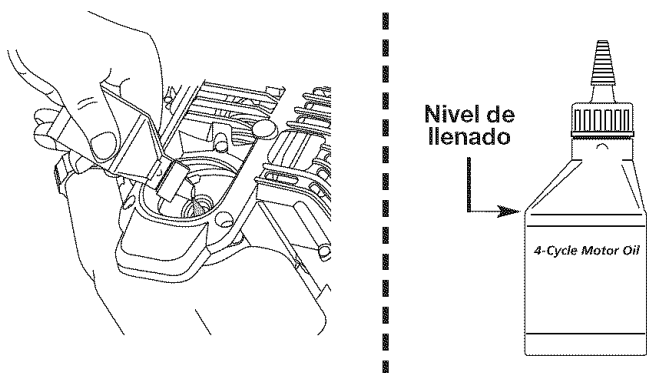

Fig. 22
**NOTA:** Use la botella y la boquilla que guardó del uso inicial para medir la cantidad correcta. El nivel de 90 ml (3,04 onzas) está aproximadamente en la parte superior de la etiqueta de la botella (Fig. 22). Mida el nivel con la varilla de medición. Si el nivel está bajo, agregue una pequeña cantidad de aceite y vuelva a medir (Fig. 22). No lo llene demasiado.